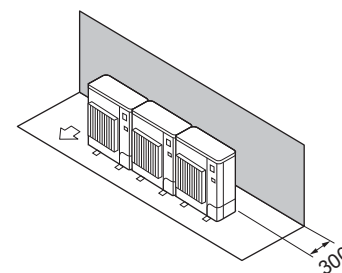

Fig. 2-8
⑦ Hindringer kun bak (Fig. 2-8)